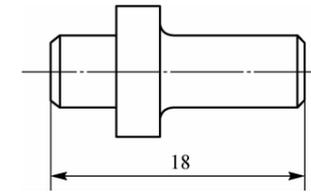

图 1-1-1
4. 图 1-1-1 所示零件图中, 绘图比例为 2 : 1, 该零件的实际长度是()。